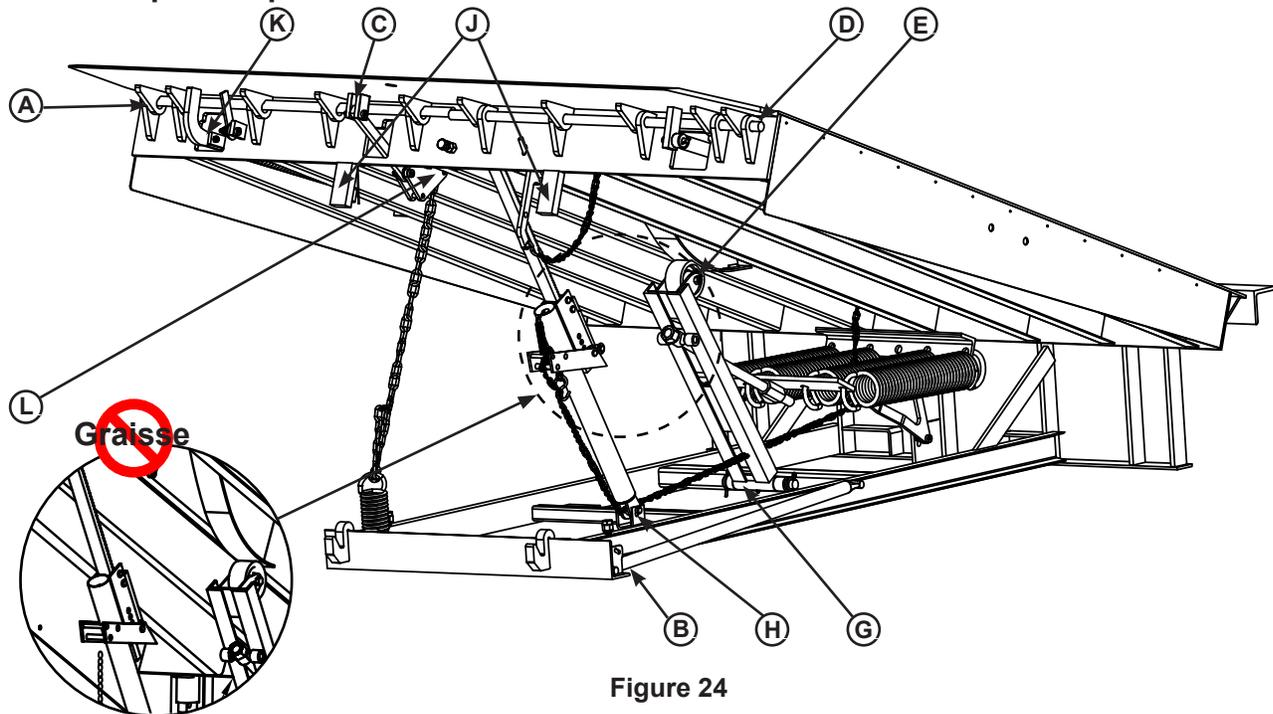

Figure 24
- Lubrifier les points suivants avec une huile pour machine légère (voir Figure 24) :
- (B) — Pivot de la béquille d'entretien du hayon
- (C) — Pivots de pousoir de hayon
- (H) — Pivot/poulie du mécanisme de retenue
- (J) — Pivots de tringlerie des pieds de sécurité
- (L) — Axe mécanisme de retenue à plateforme
- Lubrifier les points suivants avec une graisse blanche au lithium (voir Figure 24) :
- (A) — Zone de charnière du hayon (injecter de la graisse dans tous les graisseurs de charnière du hayon)
- (D) — Zone de charnière de la plateforme (injecter de la graisse dans tous les graisseurs de charnière de plateforme)
- (E) — Graisseurs (2) de bague de galet du bras de levage
- (G) — Pivot du bras de levage
- (K) — Axe de tige d'assistance du hayon